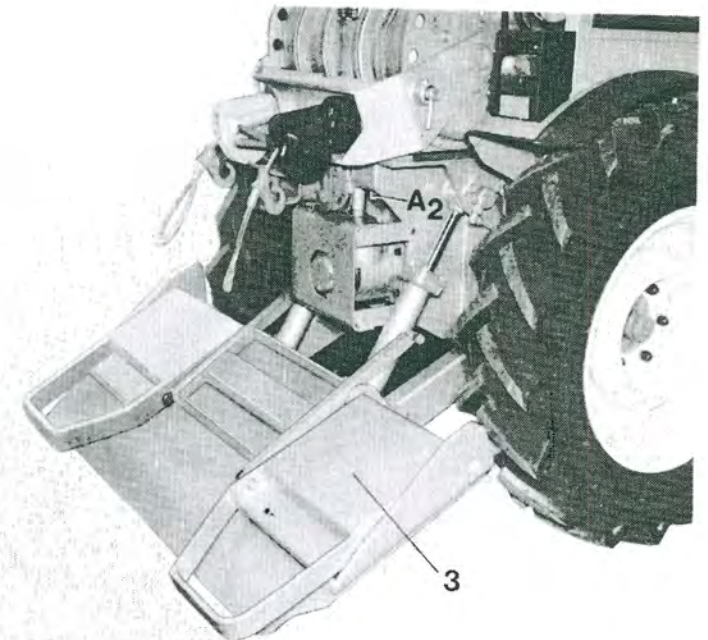
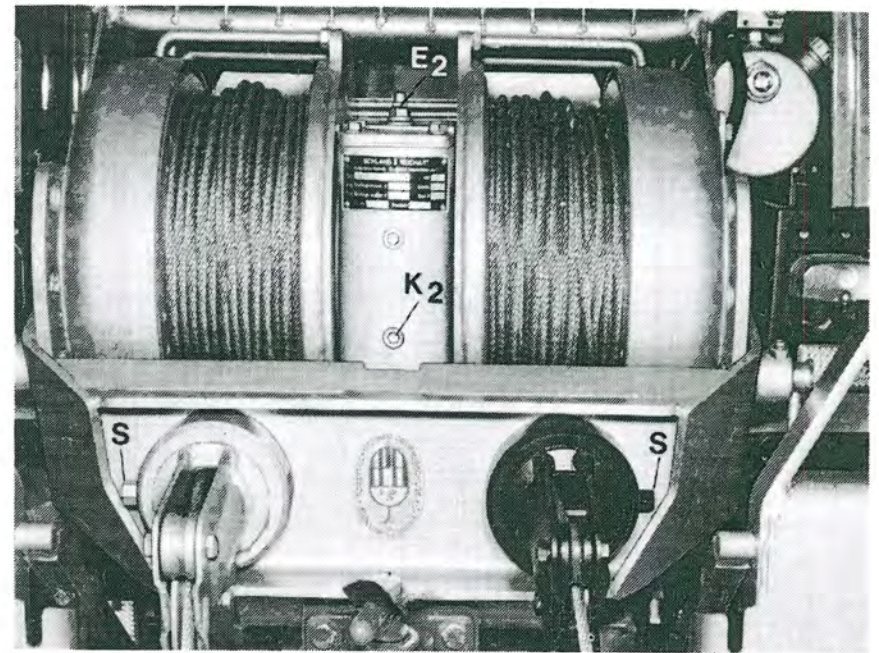
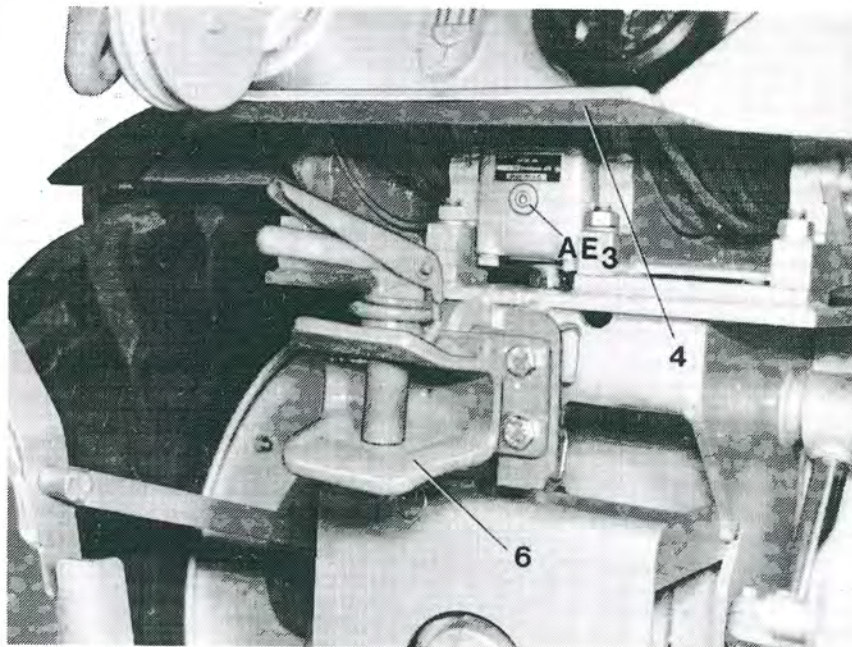
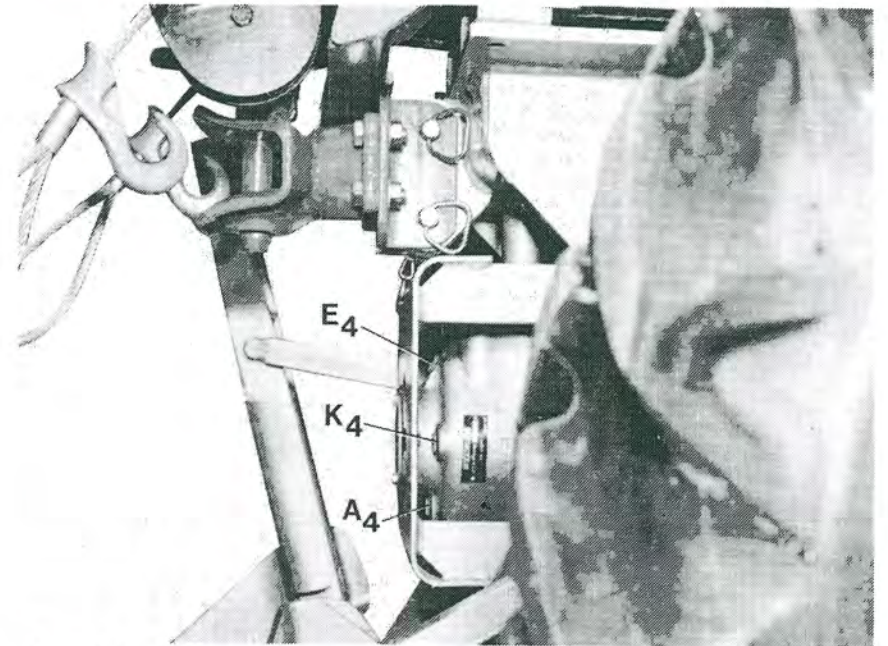

Abb. 48
Abb. 50
Abb. 51
Abb. 52
Dieser Windenanbau ermöglicht das Mitführen eines Anhängers durch Anstecken der normalen Anhängerkupplung (6 Abb. 51) sowie Benützung der Zapfwelle. (Hierfür Steckzapfwelle Holder-Bestell-Nr. 5273 077 01 20, S.u.R.-Bestell-Nr. 31 768 erforderlich).
1. Rückwand von der Bergstütze abklappen (Abb. 48).
2. Schwenkbügel in der obersten Bohrung abstecken (Abb. 51).
3. Anhängerkupplung an der Absteckschiene abstecken (Abb. 51/52).
Wöchentlich sind 2 Schmiernippel der Bergstützenanlenkung und der Schwenkrollen mit Fett abzupressen. Die Ölfüllungen vom Kegelrad- (K₄ Abb. 52 und (AE₃ Abb. 51) und Schneckengetriebe (K₂ Abb. 50) sind anhand der Ölstandsschraube zu kontrollieren.
Ölablaßschraube (A₂ Abb. 48), Einfüllschraube (E₂ Abb. 50), Kontrollschraube (K₂ Abb. 50).